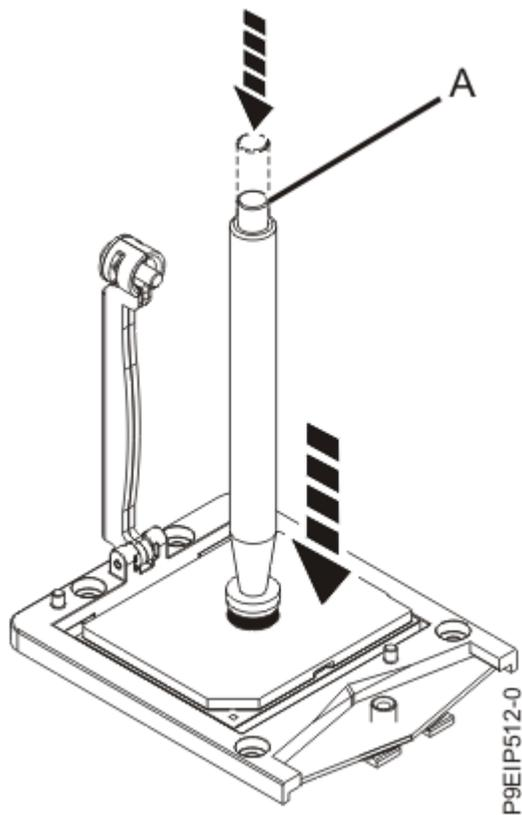

Figura 55. Bajar la herramienta de extracción en el módulo del procesador del sistema
3. Baje la herramienta de lápiz de vacío hasta el módulo de procesador del sistema que se va a instalar. Presione la parte superior del lápiz (**A**) y manténgalo en el centro del módulo del procesador del sistema, como se muestra en la Figura 55 en la página 63. Libere la parte superior del lápiz para fijarlo al módulo de procesador del sistema.